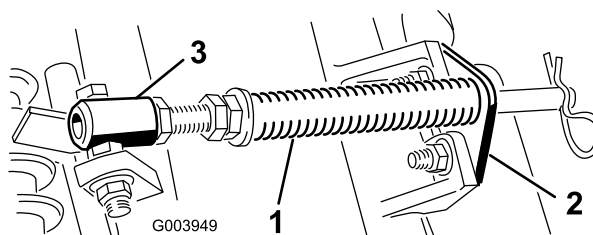

Figure 5
- A. Retirez les 2 boulons de carrossiers et les écrous de fixation du support de tige aux pattes du plateau de coupe (Figure 5).
- B. Retirez l'écrou à embase qui fixe le boulon du tube de ressort à la patte du bâti porteur (Figure 5). Déposez l'ensemble.